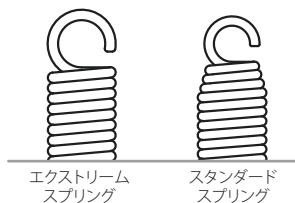

図 9
- 付属のスタンダードスプリングとエクストリームスプリングでは形状が異なります。交換の際にはご注意ください (図 9)。